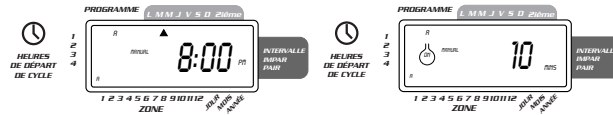

FIGURE 12: Arrosage manuel en programme A ou B uniquement
- Pour activer chaque station à laquelle une durée d'arrosage a été assignée pour le programme A **uniquement**, appuyer sur la touche **MANUEL**, et ensuite sur la touche **SUIVANT**. Cela activera les stations auxquelles des durées d'arrosage ont été attribuées en programme A uniquement. Pour initier l'arrosage semi-automatique, appuyer sur **ENTER** [Voir Figure 12].